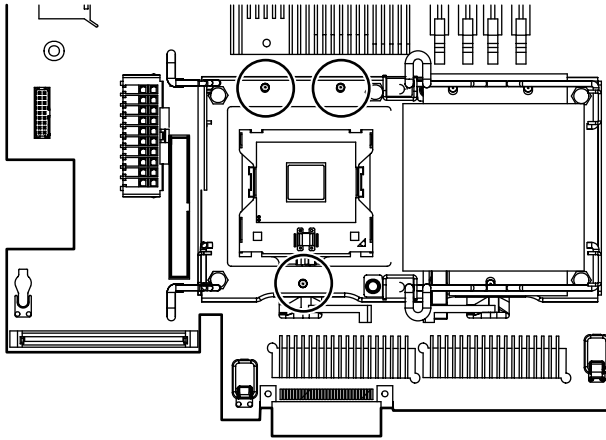

Figura 73 Alinee los pines del procesador con los orificios del zócalo
2. Alinee los orificios del radiador con las clavijas de guía del receptáculo del procesador (Figura 73).